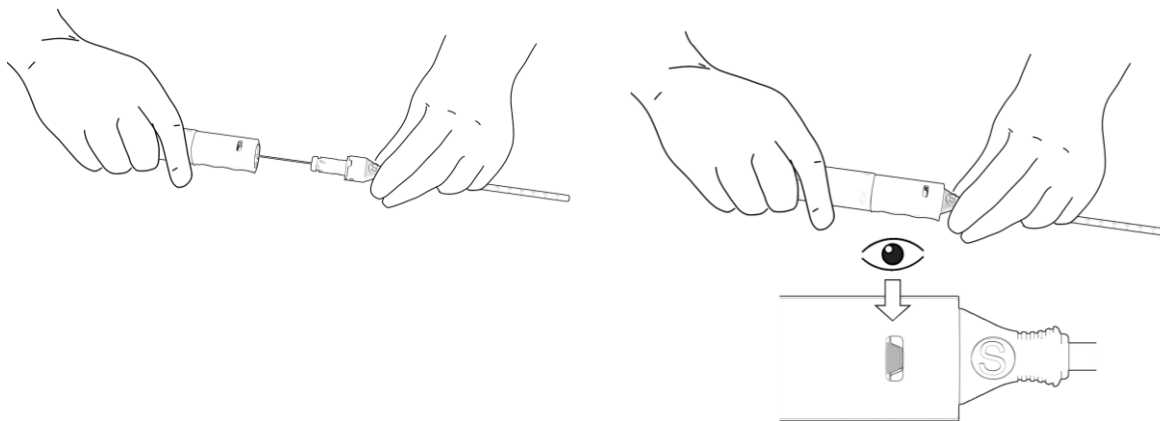

Figura 10. Inserção do dispositivo de encerramento PerQseal® na bainha introdutora
- c. Segurando o conector da bainha introdutora numa mão e a pega do dispositivo na outra mão, avance cuidadosamente a pega do dispositivo. Certifique-se de que os indicadores na bainha introdutora e na pega estão alinhados e que o conjunto da cânula de carregamento/conector da bainha bloqueia (com um clique) na pega do dispositivo. Note o indicador verde na janela. Isto confirma que a pega do dispositivo de encerramento PerQseal® foi bloqueada com sucesso. Figura 10.